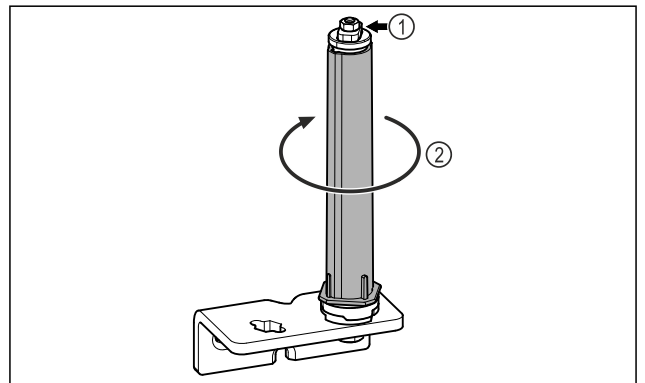

Fig. 22
- ▶ 请勿拆解关门系统 Fig. 22 (1)。
- ▶ 转动关门系统 Fig. 22 (2)，直至听到咔嚓声。